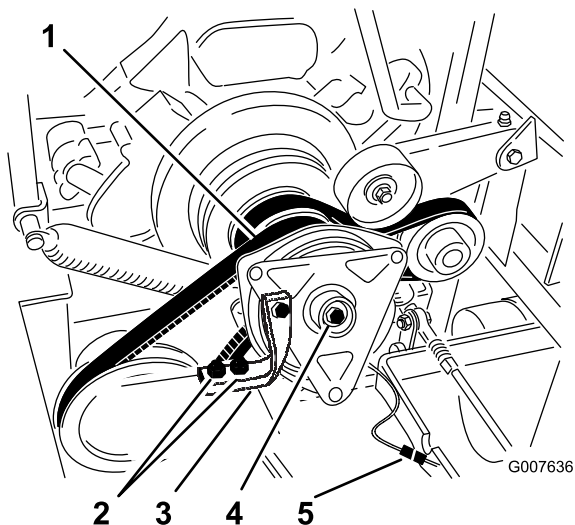

Figura 56
6. Desenchufe el conector eléctrico del embrague (Figura 56).
7. Retire los dos pernos que sujetan la correa de goma del embrague al bastidor del cortacésped (Figura 56).
8. Retire el perno central que sujeta el embrague al eje del motor, y retire el embrague y la chaveta (Figura 56).
15. Sujetando el cigüeñal en la parte trasera de la máquina, instale el perno central y apriételo a 68 Nm (50 pies-libra) (Figura 56).
16. Instale la correa de goma del embrague al bastidor del cortacésped con los dos pernos y tuercas que se retiraron anteriormente (Figura 56).
18. Enchufe el conector eléctrico del embrague (Figura 56).